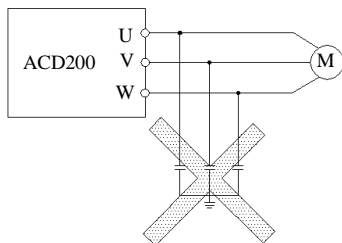

图 1-2 变频器输出端禁止使用电容器
(12) 禁止输出侧安装改善功率因数的电容器或防雷用压敏电阻等，否则将造成变频器故障跳闸或器件的损坏，如图 1-2 所示。